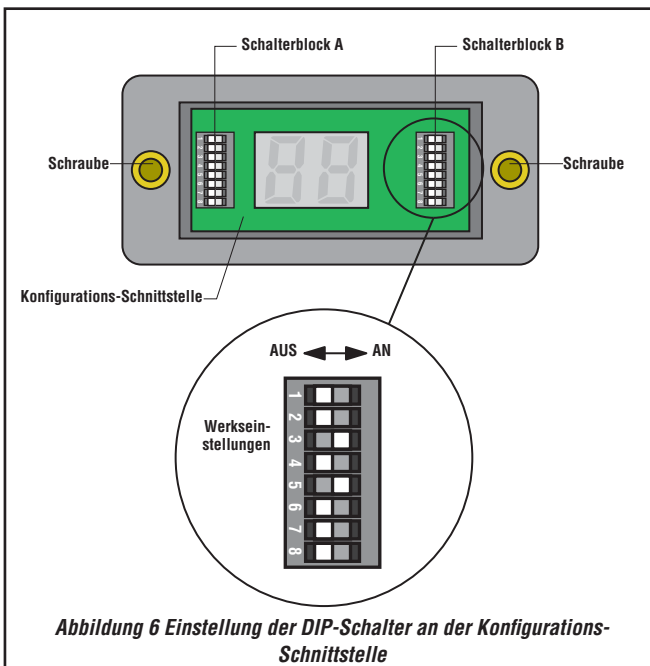

Abbildung 6 Einstellung der DIP-Schalter an der Konfigurations-Schnittstelle
Das Muting-Modul muss vor der Überprüfung vor der Inbetriebnahme und vor dem Einsatz konfiguriert werden. Unter der Abdeckung für die Konfigurations-Schnittstelle befinden sich zwei DIP-Schalterblöcke (Abbildung 6 Seite 26).
- 3) Beide DIP-Schalterblöcke wie in **Abbildung 6 Seite 26** gezeigt auf die Werkvoreinstellungen einstellen.